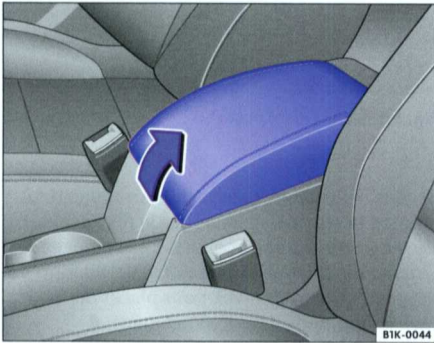

Fig. 66 Accoudoir central avant avec vide-poches
- Pour ouvrir le rangement, soulevez l'accoudoir dans le sens de la flèche ⇒ fig. 66.